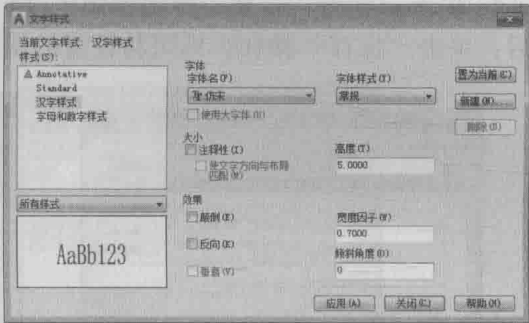

图 1-17 创建“汉文字样式”
5. 在“字体名”下拉列表中选择“仿宋”选项，保留“高度”文本框的5.000和“宽度比例”文本框的0.7000不变，在“倾斜角度”文本框中输入0，如图1-17所示。